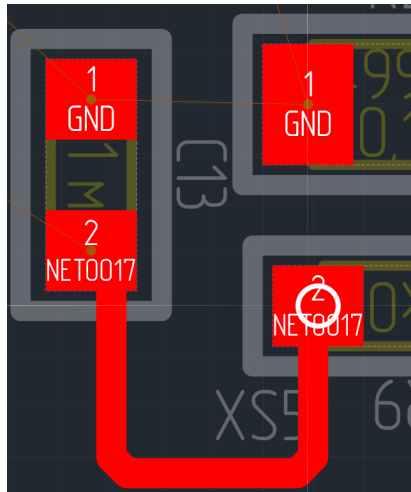

Рис. 180 Трек с требуемой траекторией
3. Повторить действия, описанные в пунктах 1 и 2, пока не будет сформирована требуемая траектория трека, см. Рис. 180.